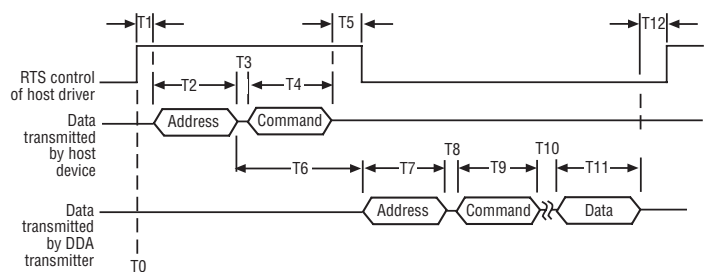

Fig. 5: Informazioni sulla temporizzazione del protocollo in rete
Le sequenze di temporizzazione del protocollo in rete (sequenze di interrogazioni) sono illustrate in (Fig. 5). Questa rappresentazione della linea temporale delle sequenze per la trasmissione dei dati fornisce anche informazioni sul controllo del computer host della scheda di comunicazione RS-485 e, inoltre, descrive il controllo di abilitazione del driver mediante la linea di controllo RTS.
Molte schede di comunicazione (driver di linea) disponibili, da impiegare con il computer host, utilizzano un ingresso speciale della linea di controllo per gestire abilitazione e disabilitazione del driver RS-485. Tipicamente, questo ingresso è collegato a computer RTS o alla linea di controllo della porta di comunicazione DTR. Il computer può verificare quindi lo stato del driver commutando le linee del segnale DTR o RTS mediante il controllo software. Un esempio di questo metodo di controllo è illustrato in (Fig. 5). Sono utilizzati anche altri metodi di controllo in base al produttore dell'apparecchiatura.
1. L'avvio della sequenza si attiva quando l'host abilita il suo driver RS-485 alla trasmissione dei byte "Indirizzo/Comando" (v. linea temporale "T0" in Fig. 5).